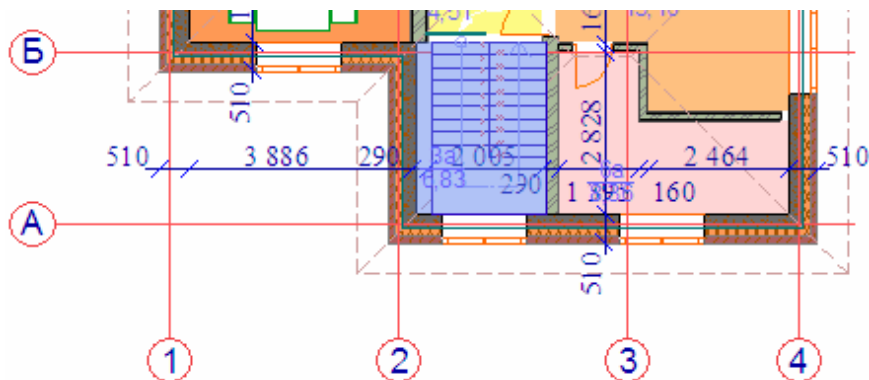

Рис. 142
10. Выполните предыдущие пункты для простановки линейных внутренних размеров между осями 1 и 4 (рис. 142).